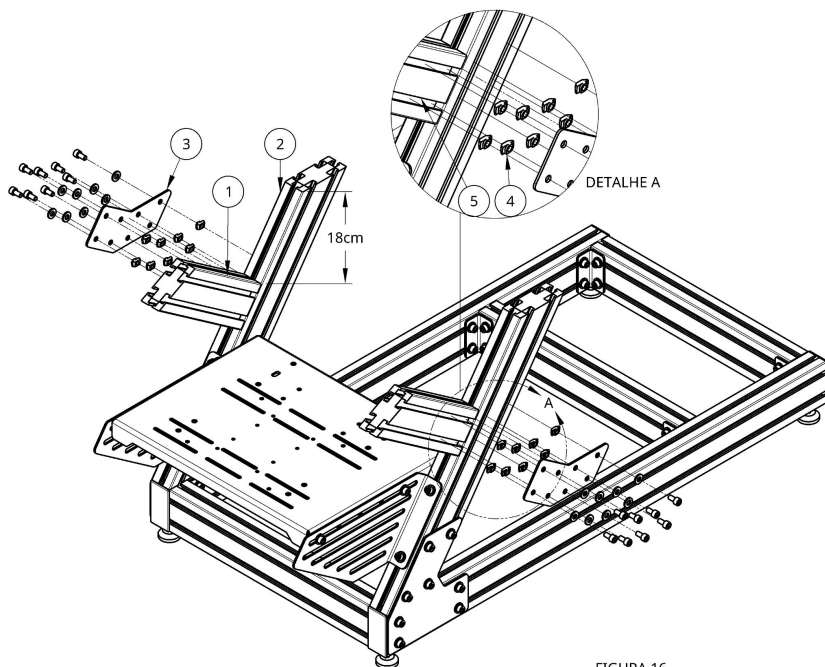

FIGURA 16
Monte os perfis de alumínio 90X45X250mm (1) nos perfis inclinados (2) e prenda-os com a conexão inclinada 145° (3), de acordo com a Figura 16.